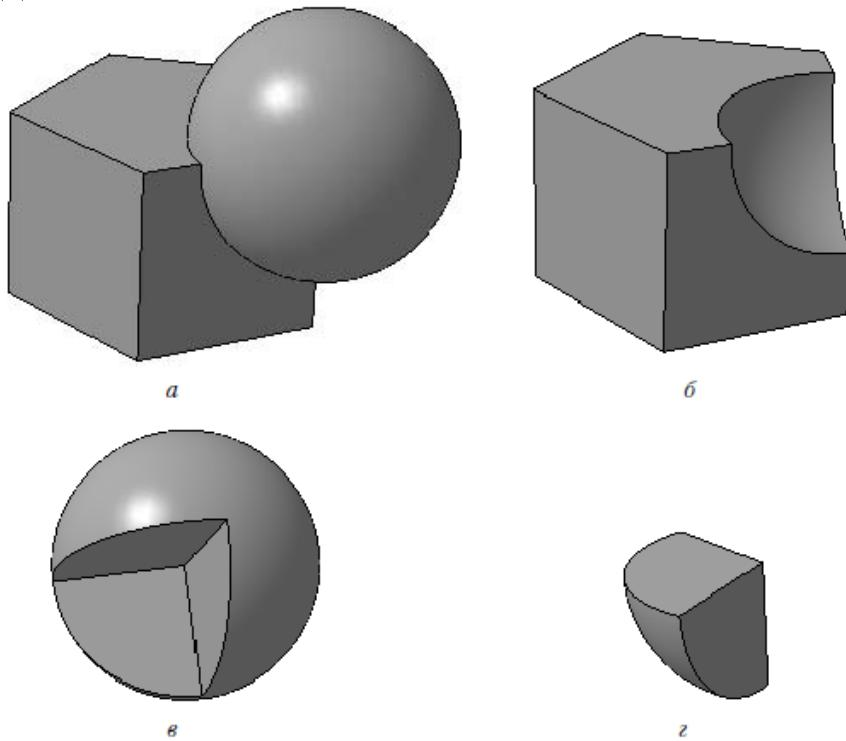

Рис. 3.16. Результат выполнения булевой операции: объединение (*а*), вычитание (*б*, *в*) и пересечение (*г*)
• тело, полученное объединением призмы и шара (рис. 3.16, а). Для этого на панели свойств в группе кнопок Результат операции нужно нажать кнопку Объединение
• тело, сформированное в результате вычитания шара из призмы, то есть вычитанием второго тела из первого (рис. 3.16, б). Для этого на панели свойств должна быть нажата кнопка Вычитание
• тело, полученное вычитанием призмы из шара (рис. 3.16, в). Поскольку вычитается всегда второе тело, вам необходимо изменить порядок указания тел. Этого можно добиться двумя способами. Первый – снять выделение с обоих тел, щелкнув на свободном пространстве модели, а затем заново указать тела для булевой операции, сначала щелкнув на шаре, а потом на призме. Второй и более правильный метод – изменить порядок тел в списке Список объектов на панели свойств (в этом списке каждое тело обозначается названием последней выполненной над ним формообразующей операции). Чтобы изменить
• тело, сформированное в результате пересечения двух указанных тел (рис. 3.16, *г*). Для этого на панели свойств должна быть нажата кнопка Пересечение .